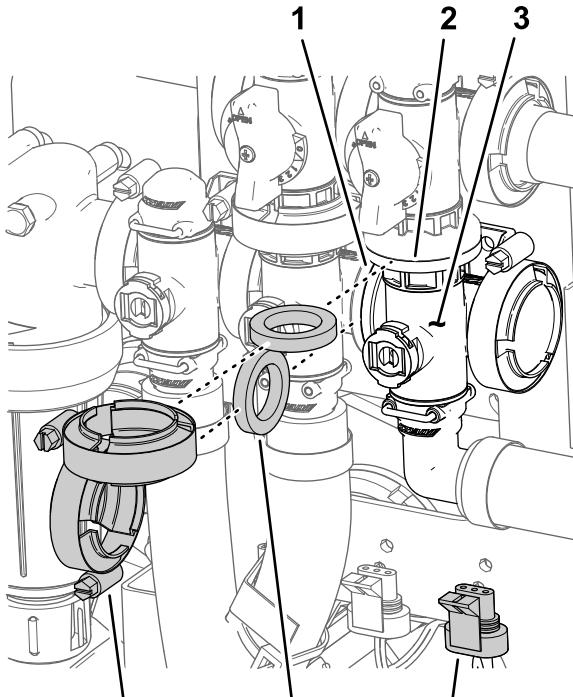

Bild 117
1. Entfernen Sie die Flanschklemmen und Dichtungen, mit denen der Verteiler für das Hauptauslegerventil (Bild 117) am Sicherheitsventil des Hauptauslegers, am Rührwerkventil und am 90°-Flanschkrümmer (am Ende des Schlauchs für das Durchflussmessgerät) befestigt ist.